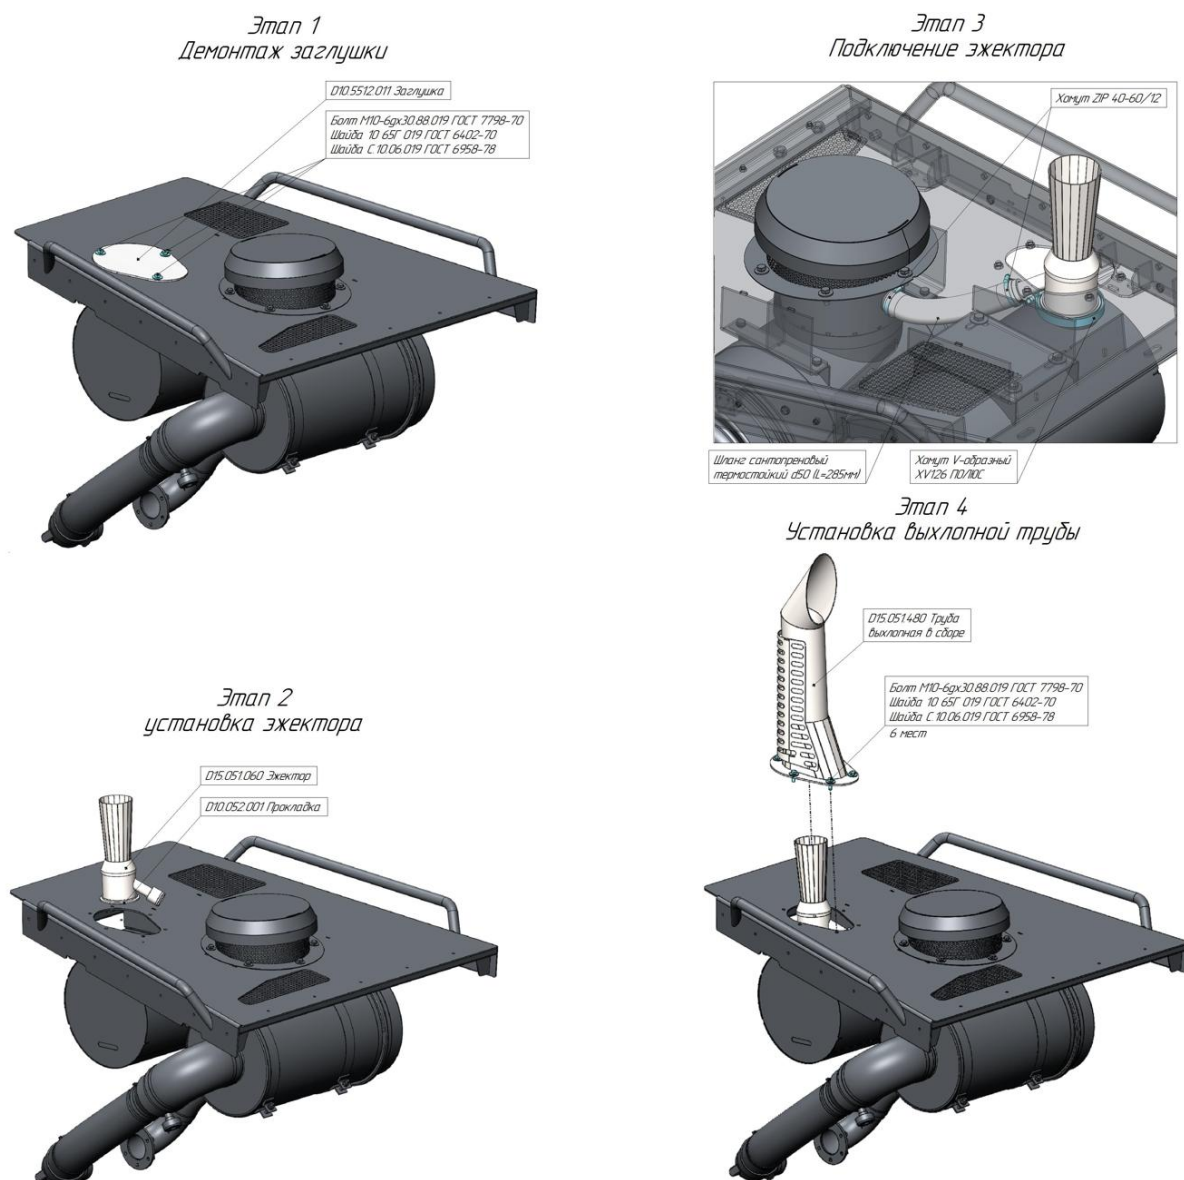

Рисунок 16. Монтаж системы выпуска отработавших газов
- Сборку системы выпуска отработавших газов производить поэтапно, см. рис. 16.